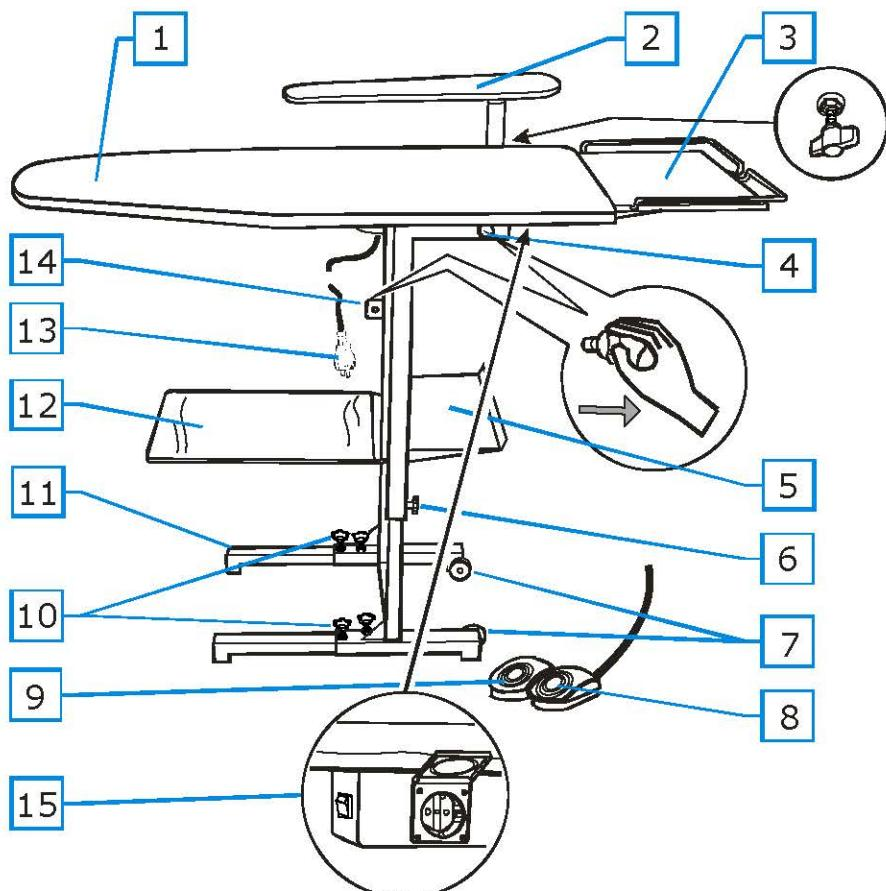

Рис. 1
Перевод к рис.1
Потяните фиксатор стола (14, рис. 1) и гладильную доску. Убедитесь, что гладильная доска зафиксирована (4, рис. 1).
1. Меняйте покрытие (Prontotop) каждые 400 часов. или максимум каждые 6 месяцев. Замените его также, при неудовлетворительной работе опции всасывания или при появлении пятен. Эту процедуру следует выполнять ТОЛЬКО ТОГДА, когда парогенератор полностью охлажден и KER отключен (рисунок 1). Пятна могут также появиться, если используется слишком много пара или если опция всасывания не используется в достаточном объеме (в этом случае уменьшите поток пара и увеличьте всасывание). N.B.: Покрытие можно мыть 1 или 2 раза.